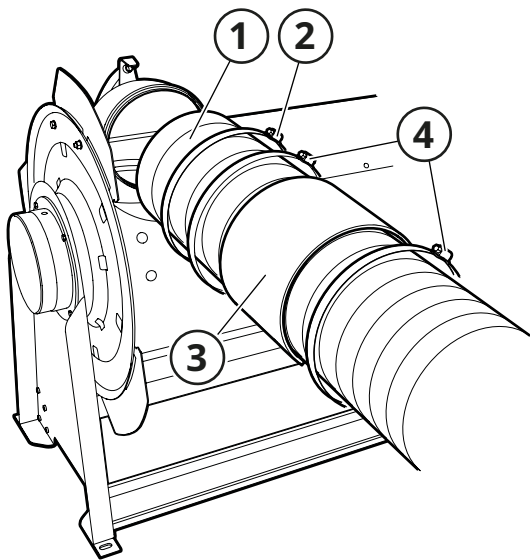

Fig. 10
6. Monte la manguera (2, Fig. 10) aplicando una posible reducción (1) en la conexión del carrete de mangueras con la abrazadera de la manguera (3).